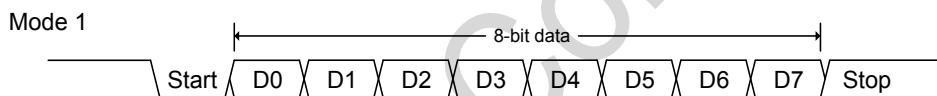
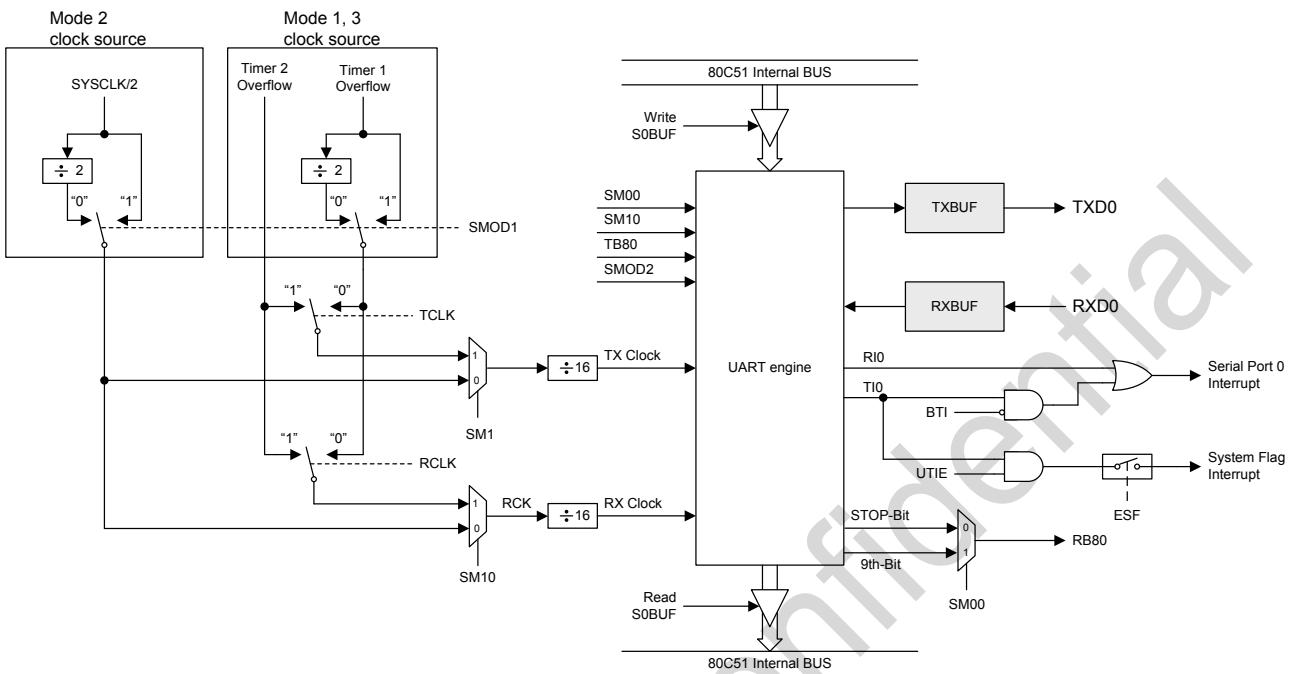

图 17-1. 模式 1 数据帧
图 17-6. 串行口模式 1, 2, 3
- 模式 1:** 10 位通过 TXD0 传送或通过 RXD0 接收，数据帧包括一个起始位(0), 8 个数据位(低位优先)，和一个停止位(1)，如图 17-1 所示。在接收时，停止位进入到专用寄存器 (S0CON) 的 RB80。波特率是可变的。
通过 TXD0 发送 10 位数据或通过 RXD0 接收 10 位数据：一个起始位（0），8 个数据位（低位先出），和一个停止位（1）。在接收时，停止位进入 S0CON 的 RB80，波特率由定时器 1 或定时器 2 的溢出速率来决定。模式 1 数据帧时序如图 17-1 所示并且模式 1 的简化功能框图如图 17-6 所示。
使用 S0BUF 作为目的寄存器的任何指令来启动传输。“写到 S0BUF”的信号请求 UART0 引擎开始发送，当收到一个发送请求后，UART0 将在 TX 时钟的上升沿开始发送。S0BUF 中的数据从 TXD0 引脚串行输出，数据帧如图 17-1 所示及数据宽度根据 TX 时钟不同而不同。当 8 位数据发送完后，硬件将置位 TI0 表示发送结束，并且它的中断向量可以由 BTI 和 UTIE 切换到系统标志中断。